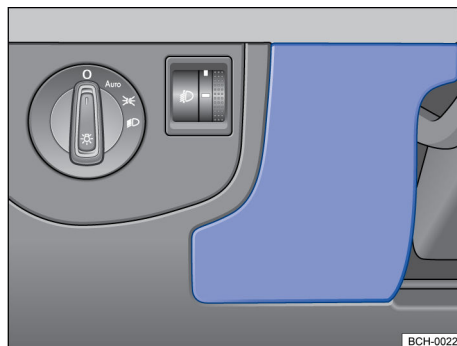

Fig. 171 Del lado del conductor en el panel de instrumentos: cubierta de la caja de fusibles.
- Sostener la cubierta de la caja de fusibles → **fig. 171** y tirarla hacia adelante.